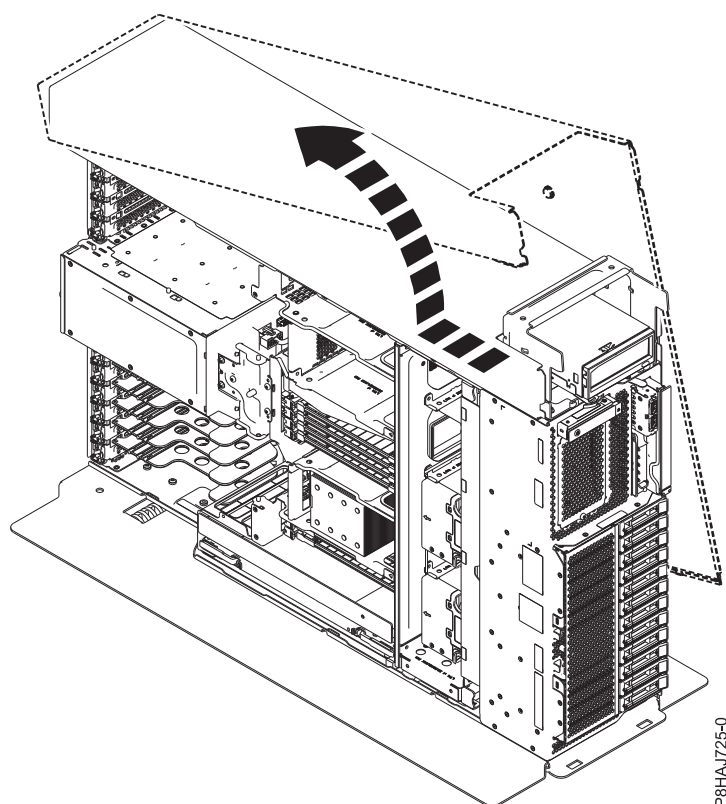

図 11. 8286-41A のサイド・カバーの取り外し
5. サイド・カバーを、図 11 に示されている方向へスライドさせて、システムから外します。